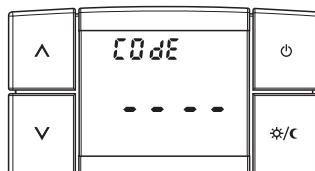

fig. 36
- l'inscription « **CoDe** » et « - - - - » si aucun mot de passe n'a été activé (fig. 36)